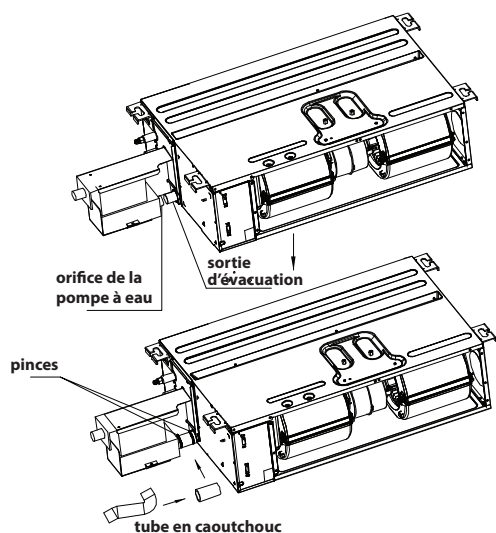

Fig. 30 – Installation de la pompe de relevage de condensat pour les capacités 9K à 12K
- Branchez la sortie d'évacuation et la pompe de relevage de condensat à l'aide du tuyau en caoutchouc et fixez celui-ci avec des colliers aux deux extrémités (voir la figure 30).